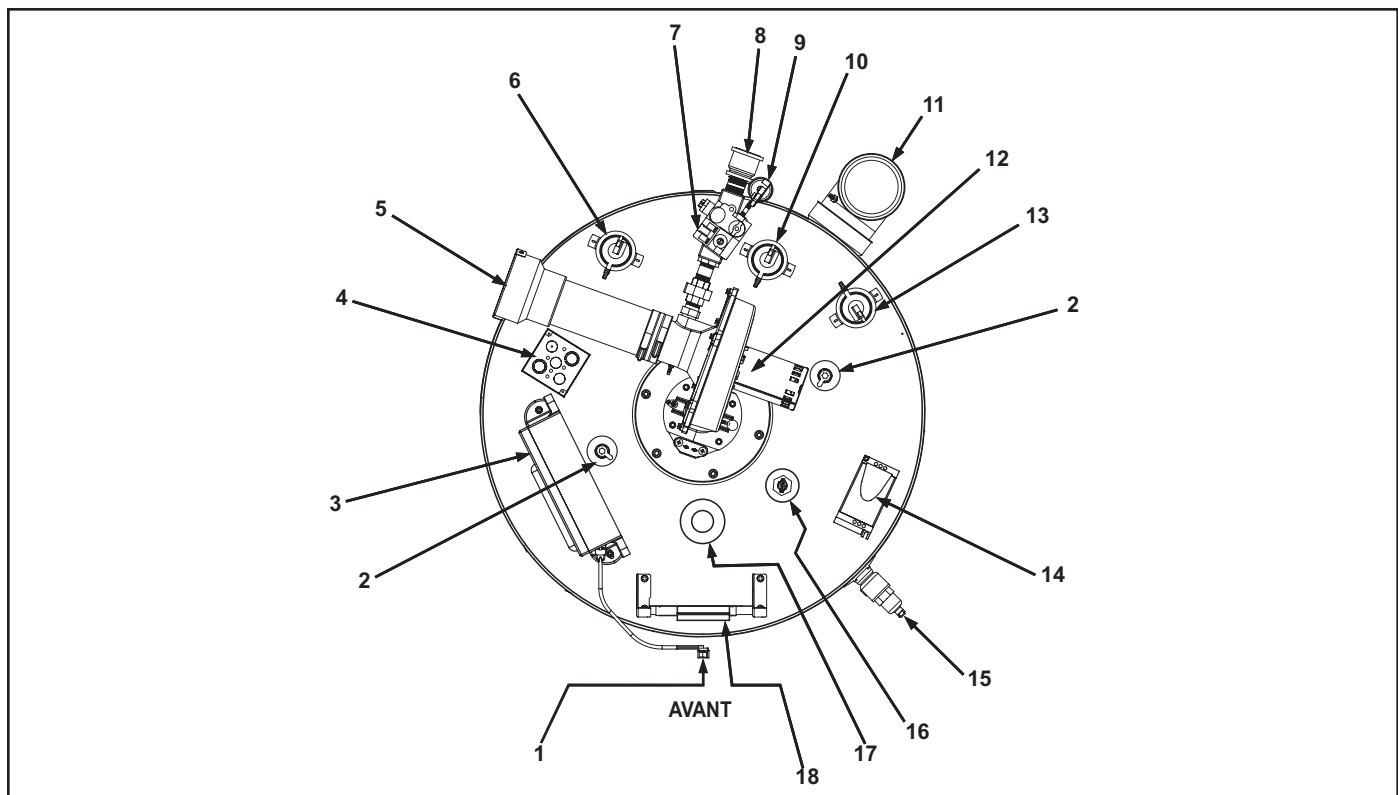

Figure 3
2. Armoire CCB - voir la Figure 3 à la page 8 pour description.
6. Interrupteur de basse pression de gaz, voir la description sous la Figure 3 à la page 8. Voir la Table 3 et les Exigences de pression de gaz à la page 13.
9. Entraînement de moteur de ventilateur VFD (variable frequency drive/mécanisme d'entraînement à fréquence variable) - voir la Figure 3 à la page 8 pour description.